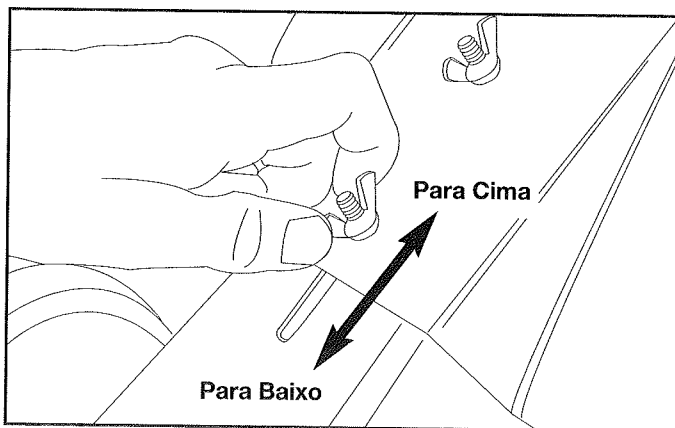

Fig. 19
2. Afrouxe (sem as retirar) as duas porcas de orelhas no resguardo dos dentes (Fig. 19).